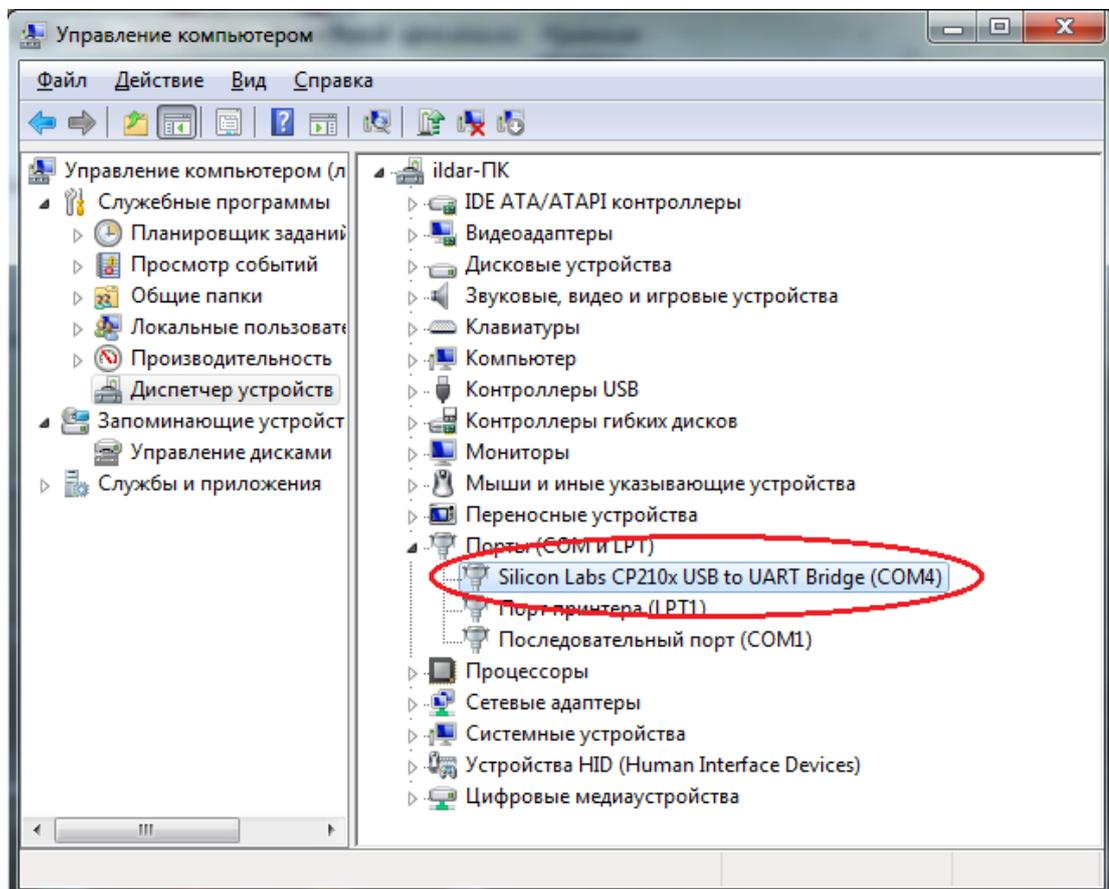

Рис.2 Устройство Silicon Labs CP210x USB to Bridge Controller в диспетчере задач
2. Подключить осциллограф NeilScope v3.0 к USB порту компьютера. В диспетчере задач должно появиться устройство «Silicon Labs CP210x USB to UART Bridge Controller» с указанием в конце названия номера коммуникационного порта (Рис.2). На Рис.2 микросхеме CP2102 присвоен порт COM4. Запомнить номер коммуникационного порта, который операционная система присвоила для микросхемы CP2102, этот коммуникационный порт будем использовать в дальнейшем при прошивке МК STM32F103.